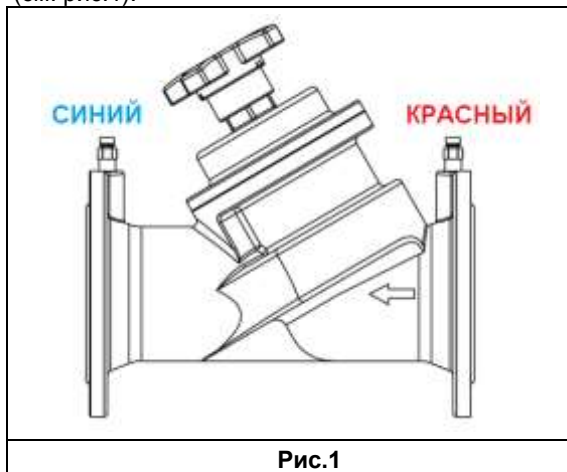

Рис.1
- 10) После установки клапана в трубу необходимо зафиксировать контрольные ниппели, чтобы избежать их повреждения. Расположение контрольных ниппелей осуществляется в следующем порядке (красный = подача, синий =возврат), (см. рис.1).